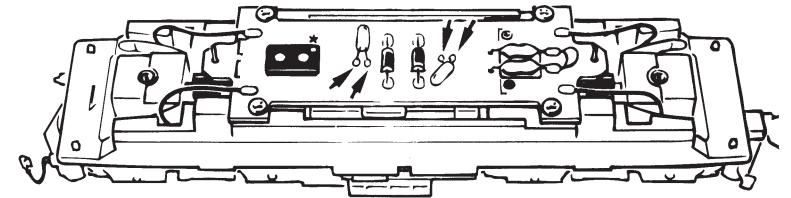

Fig. 7a
5. Kohlebürstenwechsel: Lokgehäuse abnehmen (Fig. 3). Danach wird der **Motor ausgebaut** und die **Kohlebürsten ausgewechselt** (Fig. 7a, 7b).
5. Remplacement des balais du moteur: Démontez la caisse (voir fig 3.) Démontez ensuite le moteur et échangez les balais (fig. 7a, 7b).
5. Carbon Brush Changing: First **remove** loco body (fig. 3), and then the **motor** (fig. 7a, 7b).